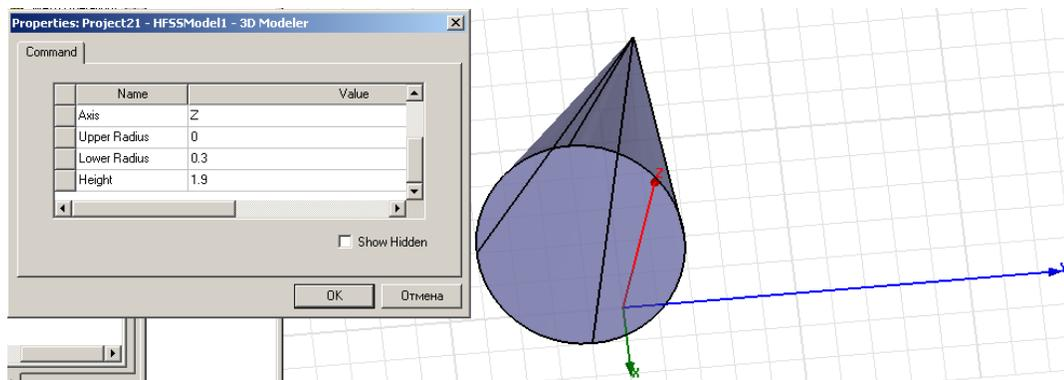

Рис. 3.15 .Черчение конуса
Чтобы начертить конус (рис. 3.15), вначале задайте плоскость, в которой будет лежать основание. Затем выберите центр и радиус основания конуса,
5. Задайте высоту конуса, выбирая точку на перпендикуляре оси к плоскости основания или печатая координаты в полях **dX**, **dY**, и **dZ**. Появляется диалоговое окно **Properties**, позволяя изменить параметры конуса (рис. 3.15).